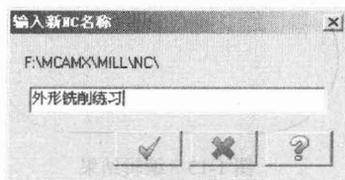

图 1-16 设置铣削名称
(1) 选择菜单命令【刀具路径】/【外形铣削】，设置铣削方式为外形铣削，系统弹出【输入新 NC 名称】对话框，输入名称“外形铣削练习”后单击  按钮，如图 1-16 所示。